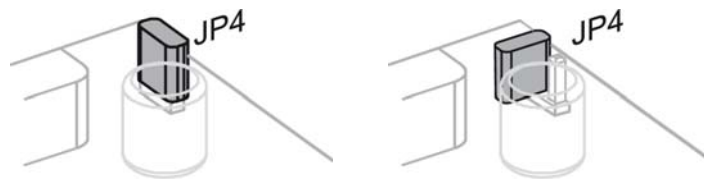

図 4-8 ジャンパ JP4 – クローズ (左側) / オープン (右側)
- 2) ジャンパ JP4 を " オープン " にしてください (→ 図 4-8, 右側)。